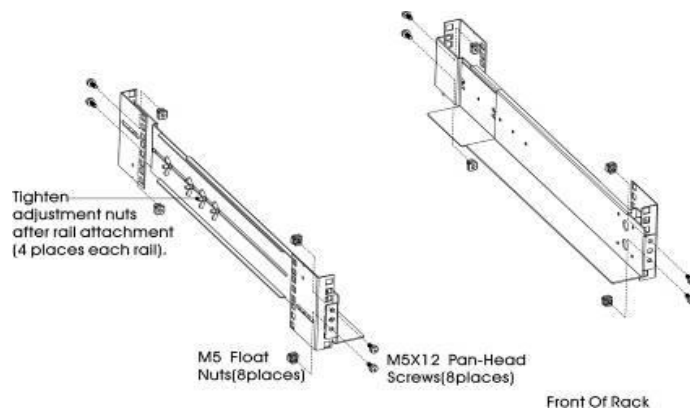

Figura 2 – Fissaggio delle guide
- b) Selezionare la dimensione corretta nel rack per il posizionamento dell'UPS (vedere Figura 2). La guida occupa quattro posizioni sulla parte anteriore e posteriore del rack.